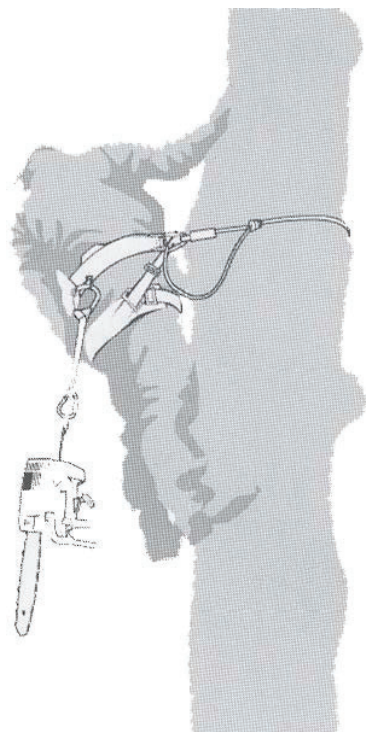

Figura A.2 — Ejemplo de fijación de una motosierra de servicio para árboles para centrar el punto medio trasero del arnés
- f) La motosierra solo debe sujetarse a los puntos de fijación recomendados en el arnés. Pueden estar en el punto medio (delantero o trasero) o en los laterales. Siempre que sea posible, la motosierra debe fijarse en el punto medio central trasero para mantenerla alejada de las líneas de escalada y para soportar su peso centralmente a lo largo de la columna vertebral del operador. Ver figura A.2.